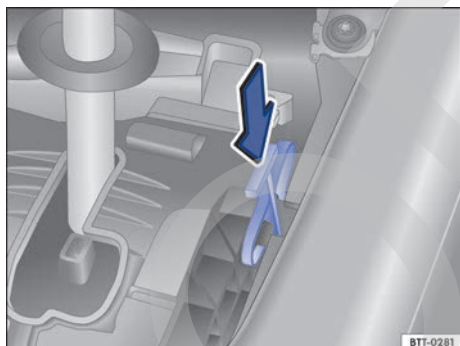

Fig. 162 Debajo de la cubierta de la corredera de la palanca selectora: desbloqueo de emergencia del bloqueo de la palanca selectora.
- Presione la palanca de desbloqueo con cuidado en el sentido de la flecha → **fig. 162** utilizando para ello la hoja plana del destornillador de las herramientas de a bordo y mantenga la palanca en esta posición.